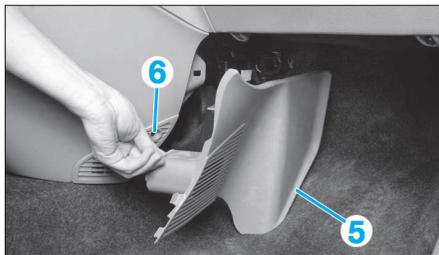

FIG. 42
- Du côté droit de la planche de bord, décliper la garniture (5) (Fig.42), puis déposer la vis de fixation (6).